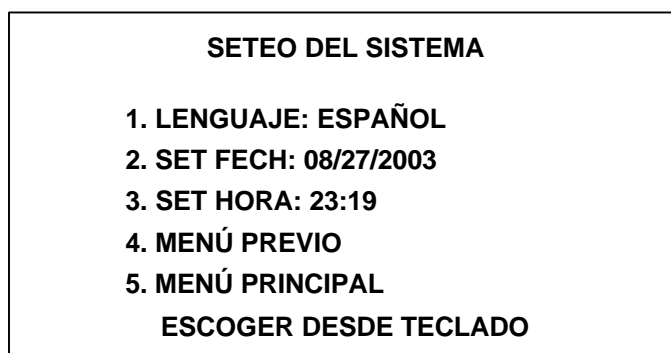

Figura 6-11: Pantalla 2 de SETEO DEL SISTEMA
4. POLARIDAD: La función de test de polaridad puede estar activa (SI) o inactiva (NO). Seleccione 4 y use las teclas de desplazamiento hasta que el estado funcional apropiado aparezca en la pantalla, seleccione el estado funcional deseado pulsando la tecla ENTRAR.
5. MÁS: Al seleccionar 5, se presenta una pantalla adicional de SETEO DEL SISTEMA, consulte la Figura 6-11.